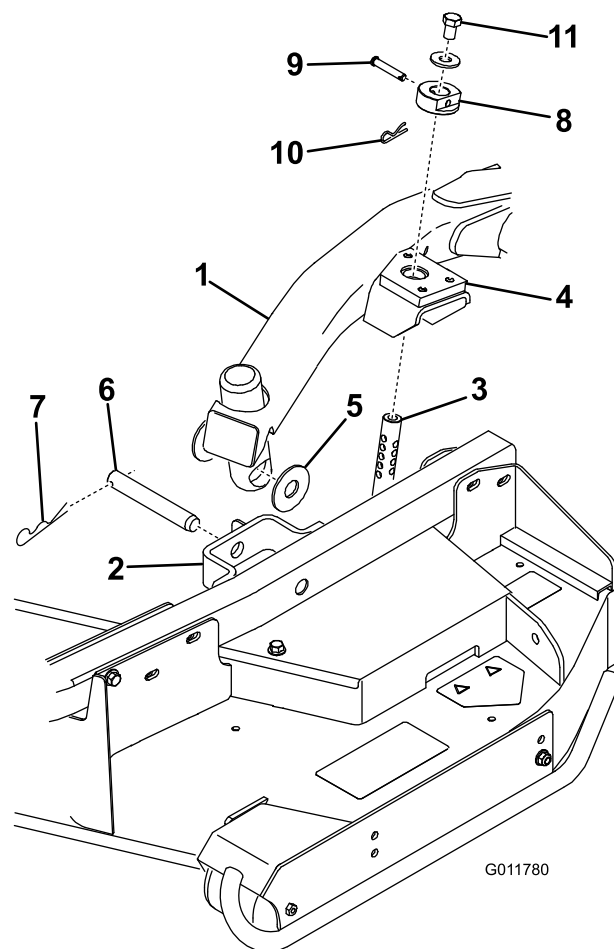

Figura 19
3. Portate la leva di sollevamento in posizione Float. Spingete verso il basso un braccio di sollevamento fino a quando i suoi fori non si trovano allineati ai fori della staffa del braccio della ruota orientabile e l'asta dell'altezza di taglio può essere inserita nei pattini del braccio di sollevamento (Figura 19).
4. Fissate il braccio di sollevamento al braccio della ruota orientabile con (2) rondelle di spinta, un perno con testa e una coppiglia. Posizionate le rondelle di spinta tra il braccio di sollevamento e la staffa del
braccio della ruota orientabile (Figura 19). Inserite l'estremità della coppiglia nell'apposito intaglio di ritegno presente sulla linguetta del braccio della ruota orientabile.
8. Montate i collari dell'altezza di taglio sulle aste dell'altezza di taglio e fissateli con dei perni con testa e delle coppiglie (Figura 19). La testa del perno deve essere rivolta verso la parte anteriore del piatto di taglio.
9. Montate una vite a testa cilindrica da 1/2 x 3/4 poll. e una rondella sulla sommità di ogni asta dell'altezza di taglio (Figura 19).